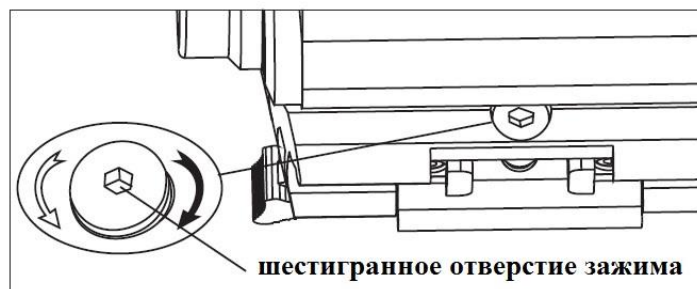

рис.4
- 1) Сбоку прижима есть регулировочный шестигранный винт (см. Рис.4). Перед установкой поверните этот винт шестигранным ключом влево, чтобы ослабить прижим.